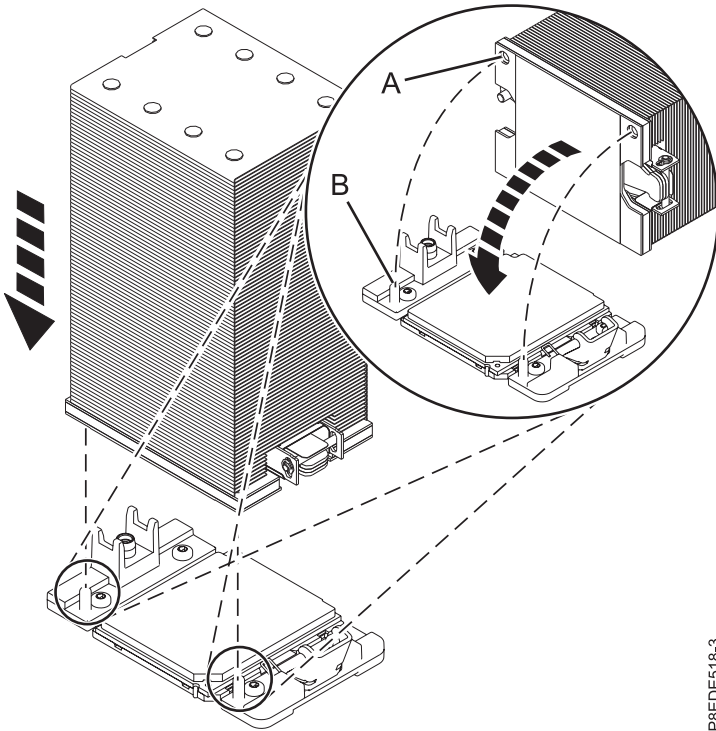

Abbildung 17. Installieren des Kühlblechs
- a. Senken Sie das Kühlblech auf das Systemprozessormodul hinab und stellen Sie dabei sicher, dass die beiden Führungsstifte (**B**) auf jeder Seite des Werkzeugs in die für die Ausrichtung vorgesehenen Löcher eingeführt werden, siehe Abb. 17 auf Seite 19.